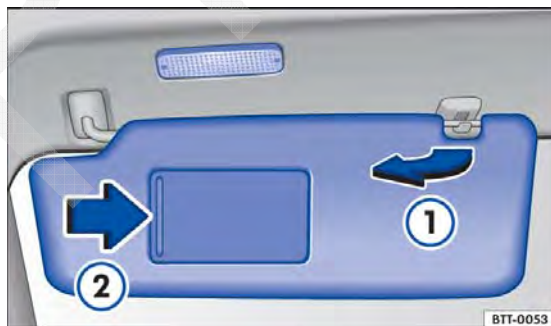

Fig. 63 Para-sol.
- Retirar do suporte e girar na direção das portas → Fig. 63 ①.
No para-sol rebatido para baixo há um espelho de cortesia atrás de uma cobertura. Ao abrir a cobertura → Fig. 63 ② uma lanterna se acende.